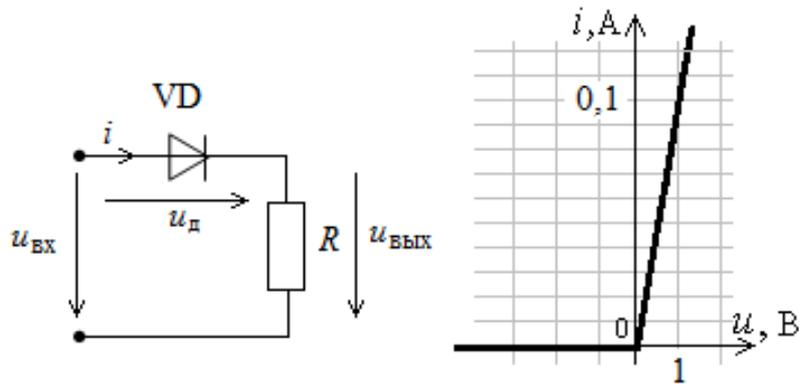

Рис. 3П
6. На рис. 3П показана вольтамперная характеристика диода. Постройте кривые мгновенных значений напряжения на диоде и выходного напряжения, если действующее значение синусоидального напряжения на входе  $U=2$  В, сопротивление линейного резистора  $R=100$  Ом.